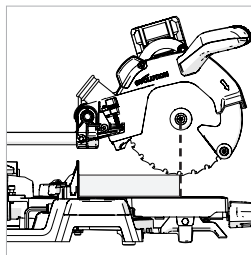

Fig. 39
- Afferrare l'impugnatura da taglio e tirare in avanti la testa fino a che il mandrino (il centro della lama della sega) sia perpendicolare al bordo anteriore del pezzo in lavorazione. (Fig. 39)